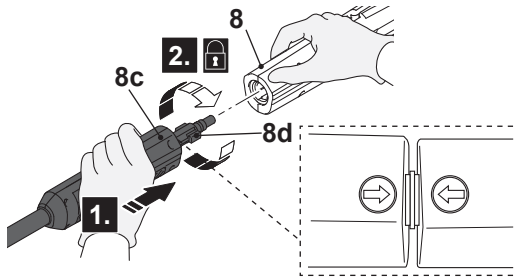

Fig. 5
- > Alinee las lengüetas (8d) de la lanza de extensión (8c) con las ranuras del puerto de conexión de la pistola de pulverización (8) e insertelas. (Fig. 5, paso 1).
- > Encaje bien la lanza de extensión (8c) girándola en el sentido de las agujas del reloj para bloquearla en su sitio (Fig. 5, paso 2). Asegúrese de que la flecha de la pistola de pulverización se alinee con la flecha de la lanza de extensión.